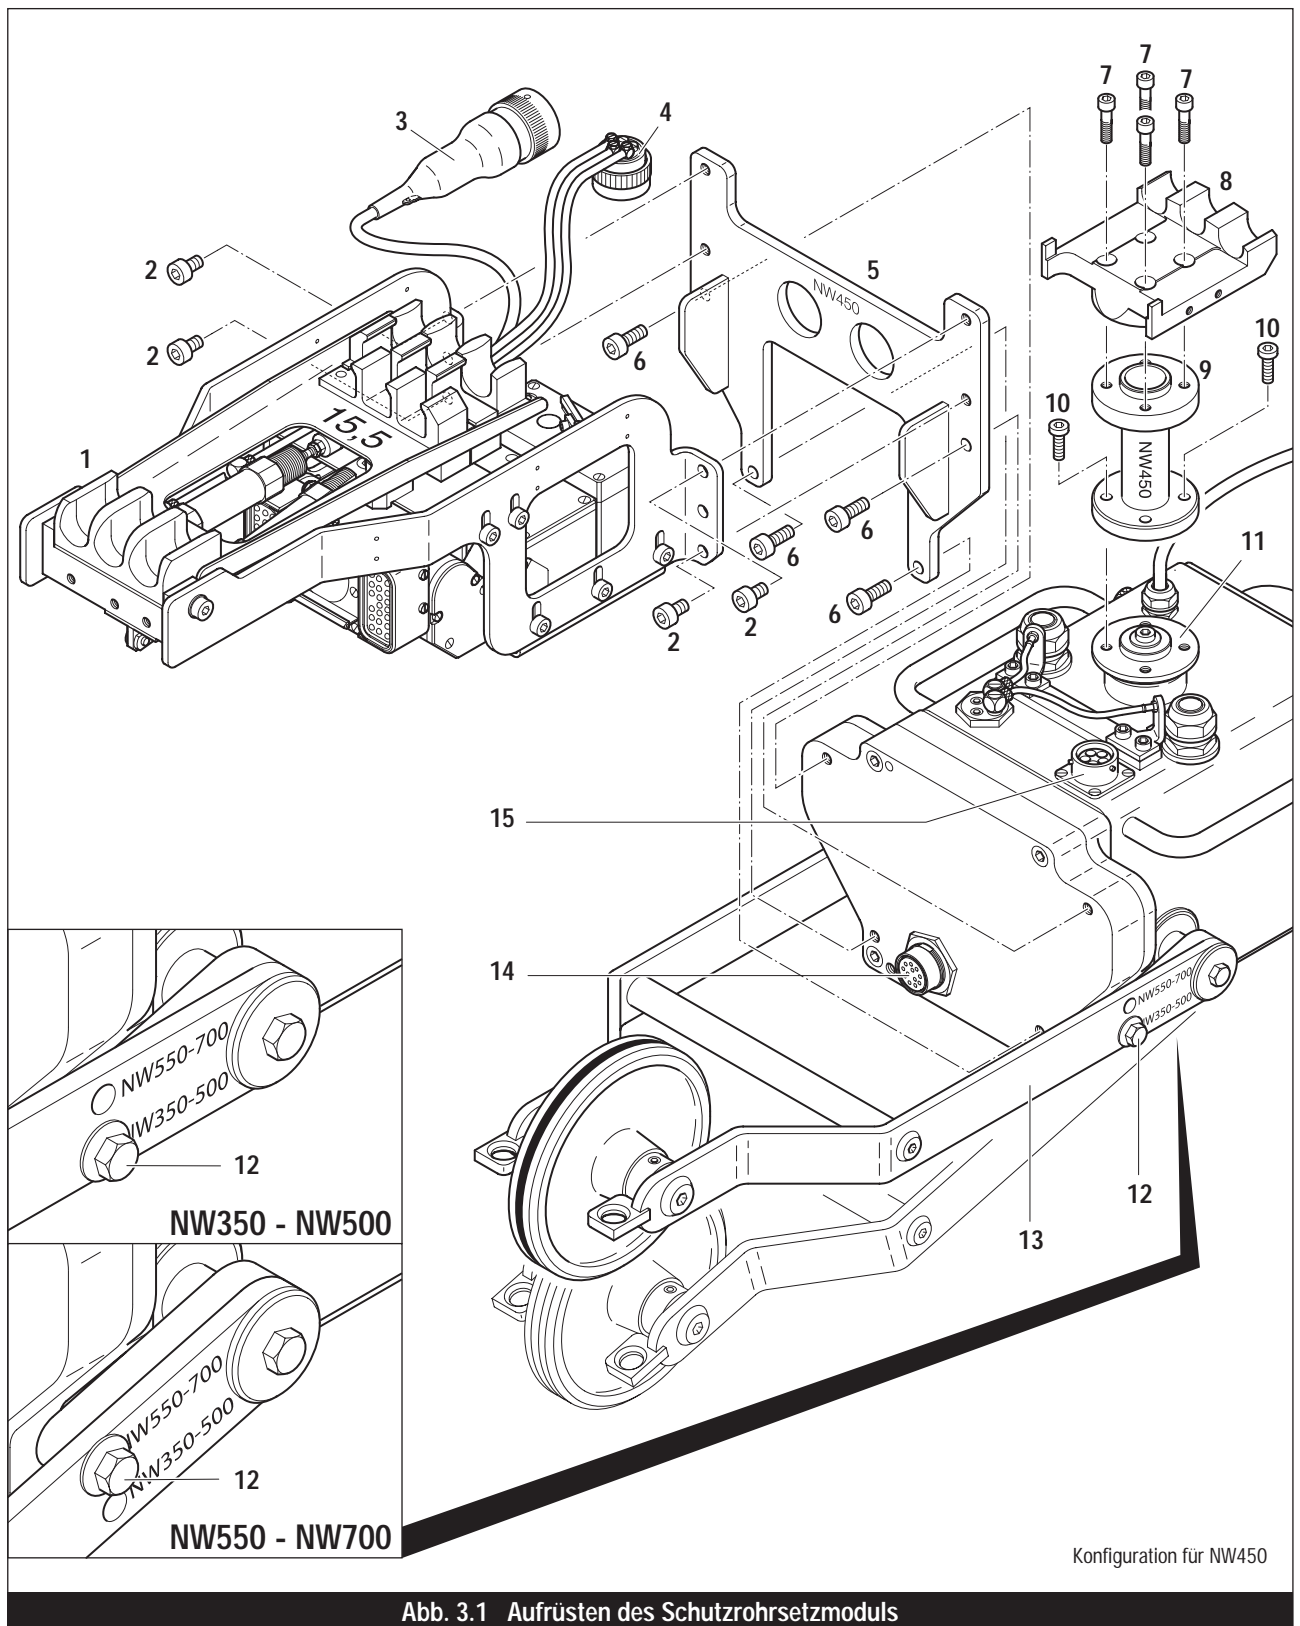

Abb. 3.1 Aufrüsten des Schutzrohrsetzmoduls
Schutzrohrsetzmodul gemäß Abb. 3.1 auf die Nennweite des Kanals (hier am Beispiel NW450) aufrüsten.
- ◆ Adapter (9) mit Inbusschrauben (10) auf Flansch (11) anschrauben.
- ◆ Setzkopf (8) mit Inbusschrauben (7) auf Adapter (9) anschrauben.
- ◆ Linken und rechten Hebel (13) des Stützrades auf den entsprechenden Kanaldurchmesser (NW350-500 bzw. NW550-700) einstellen. Dazu Schrauben (12) entfernen, Hebel anheben oder absenken und Schrauben beim gewünschten Nennweitenbereich wieder einsetzen und festziehen (siehe Einzelheiten in Abb. 3.1).
- ◆ Pneumatikstecker (4) an Anschluss (15) anschließen.
- ◆ Sicherstellen, dass sich der Blackboxschalter in Stellung "OFF" befindet. Danach Kamerastecker (3) unter Beachtung der Pinanordnung in Steckdose (14) einstecken und sichern.